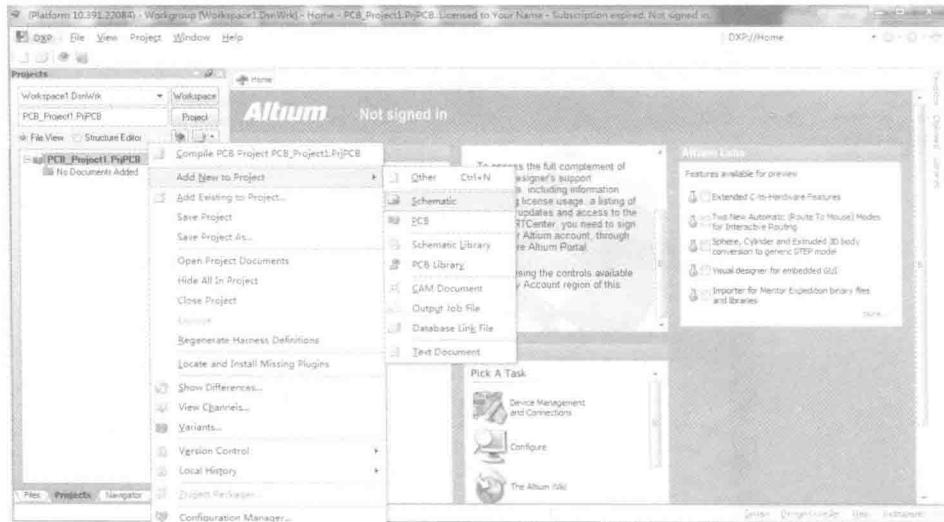

图 1-16 新建电路原理图文件方法 2
(2) 方法 2: 在已建立好的工程文件上单击右键选择“Add New to Project”菜单, 选择“Schematic”命令, 在当前工程文件中添加一个新的原理图文件, 如图 1-16 所示。